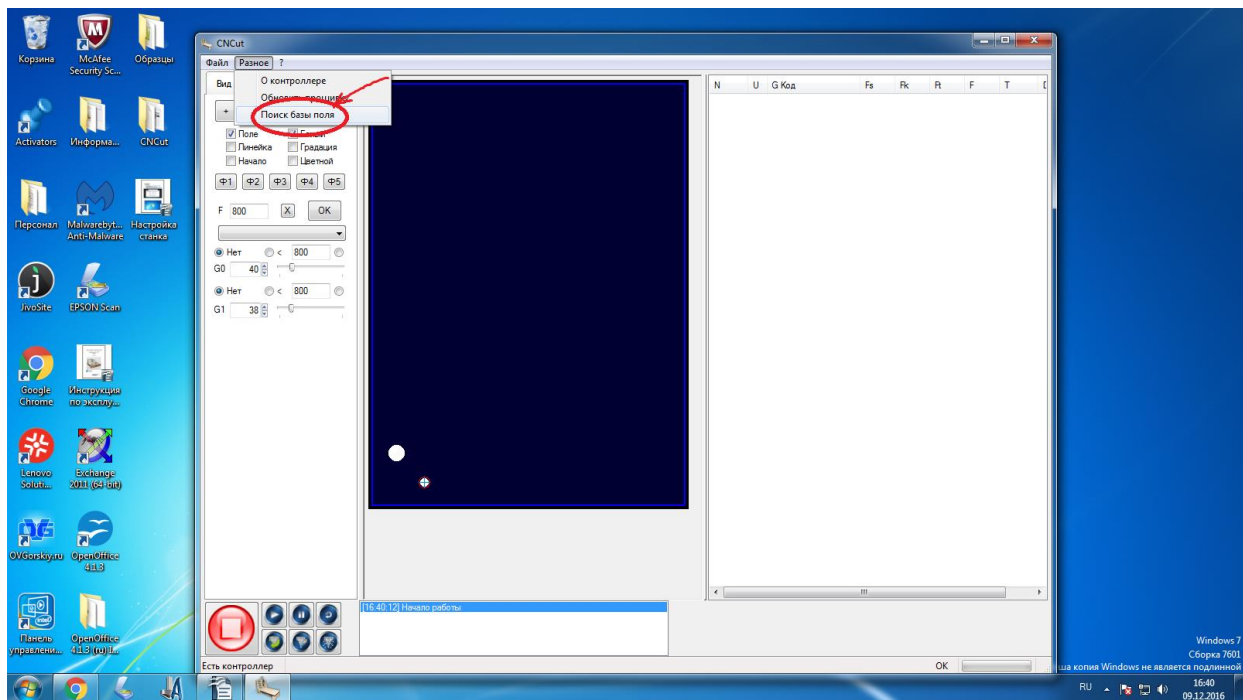

Рисунок 21. Поиск базы поля.
1) Первый способ. Установка «0» по концевикам. Нажмите вкладку «Разное» и пункт «Поиск базы поля», рисунок 21